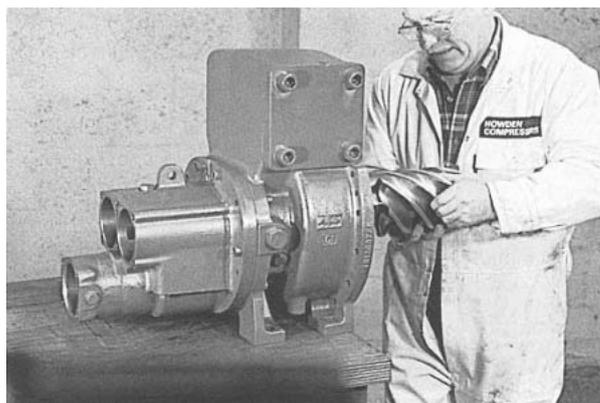

Рис. 115
10. При установленной распорке подшипника "мама" смажьте ротор "мама" и аккуратно установите на место в главном картере. (Рис. 115)